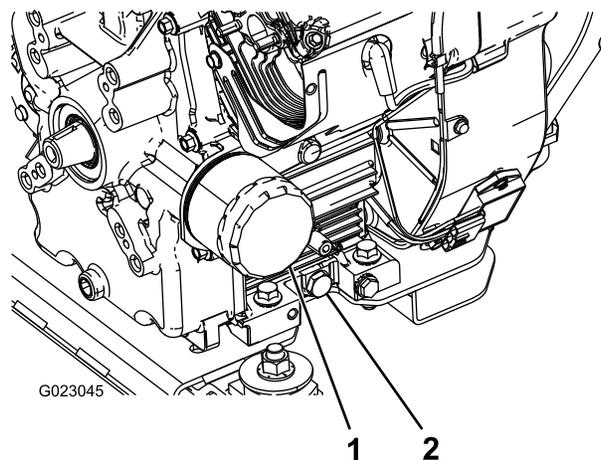

图 43
5. 拆下排油塞 图 43。
2. 拆下机油滤芯 图 43。
5. 将新机油滤芯装在机油滤芯安装座上。顺时针转动机油滤芯直至橡胶垫片接触到机油滤芯安装座然后将机油滤芯再旋入 1/2 圈 图 43。